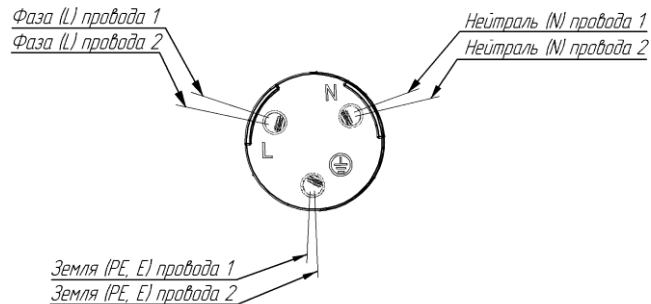

Рис. 1
6.4.2 Коммутация проводов с помощью кабельного соединителя производится в соответствии с Рис. 1. Для сохранения степени защиты светильника необходимый диаметр сечения кабеля должен быть 5-9 мм с проводами диаметром 0,5-2,5 мм².
Открутить гайку сальника и сам сальник с неподключенной части кабельного соединителя. Продеть через гайку сальника и сам сальник кабель. Концы проводов кабеля, продеть в соответствующие гнезда кабельного соединителя (рис. 1) согласно маркировке: коричневый провод - Фаза (L); синий провод - Нейтраль (N); желто-зеленый провод - Земля (PE, E). Фиксирующие винты затянуть. Закрутить гайку сальника и сам сальник на ответную часть кабельного соединителя.